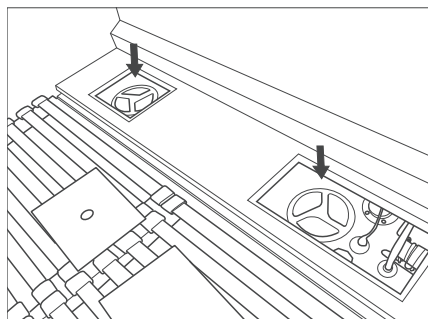

Bild 47 Reinigungsöffnungen Frisch-
- Reinigungsöffnungen ausschrauben und abnehmen (Bild 47).